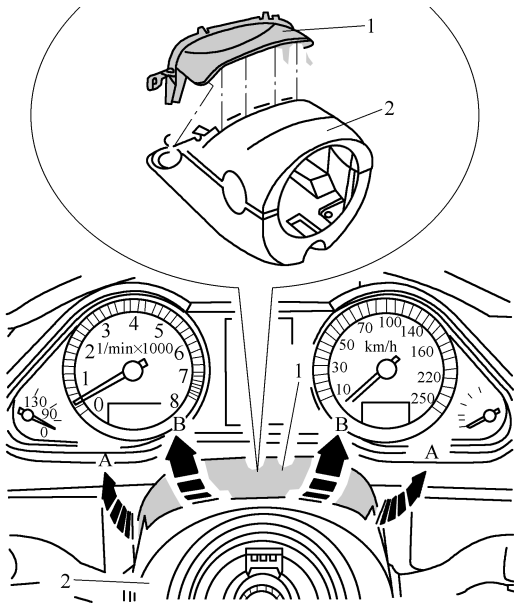

图 9-2-9 脱开间隙式盖板
(17) 如图 9-2-9 所示，用一把小螺钉旋具 A 和 B 脱开位于转向柱饰板上部 2 的间隙式盖板 1。